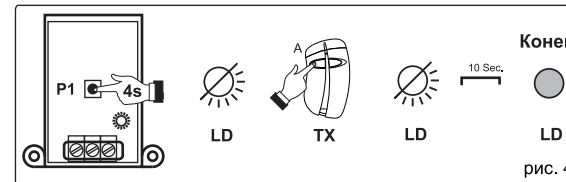

рис. 4
- 1) Нажмите и держите нажатой кнопку LED P1 в течении 4 секунд до тех пор пока световой указатель лед не перестанет мигать (Рис. 4) и не загорится в соответствии с текущим рабочим режимом.
- 1) Premere e mantenere premuto il pulsante P1 per 4 o più sec. fino a che il led LD si accende fisso o lampeggiante a seconda del modo di funzionamento corrente ( Fig. 4);